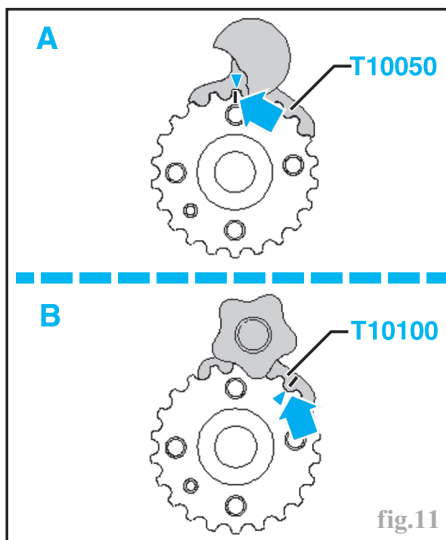

fig.11
- 12 heures (A) (outil T10 050) (Fig.11).
- 1 heure (B) (outil T10 100).
Mise en service progressive de roue dentée de vilebrequin "ovale", il faut dans ce cas utiliser l'outil T10 100 (Fig.11) seulement sur moteur BKD.